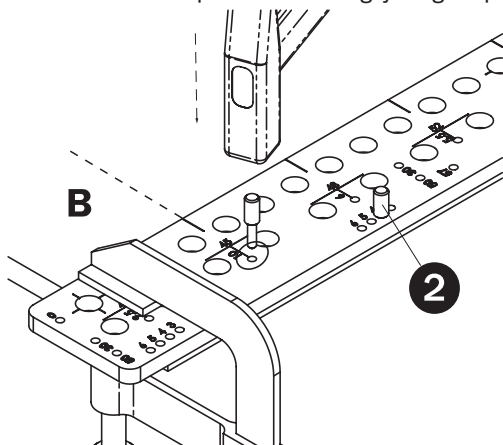

Fig. 18
Después de taladrados los agujeros para los tornillos para madera, indique el centro de la bisagra con el tope (**pos. 2**) con la broca en la parte final. Introduzca el tope en el agujero y lo golpee ligeramente desde arriba con un martillo para crear un agujero guía para la broca para bisagras (**Fig. 18**).